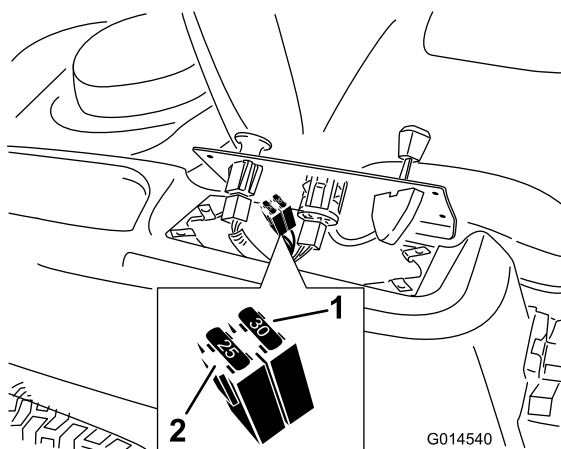

Figura 45
2. Levante el panel de control para tener acceso al arnés de cables principal y al bloque de fusibles (Figura 45).
3. Para cambiar un fusible, tire del fusible para retirarlo (Figura 45).